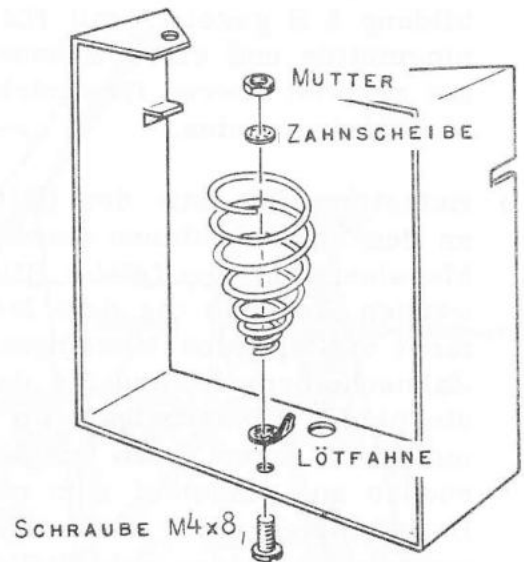

ABBILDUNG 5 A
- ( ) Montieren Sie die Batterie-Andruckfeder im Halterahmen, wie in Abbildung 5 A gezeigt.